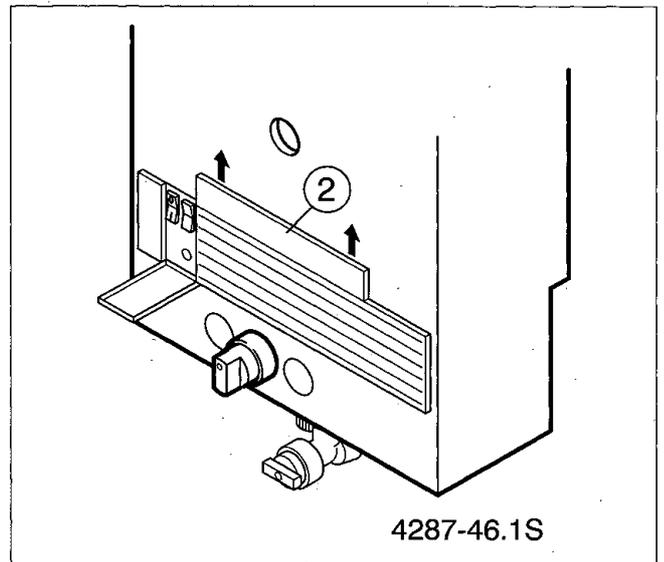

Bild 61
- Abdeckblende (2) hochschieben (Bild 61).